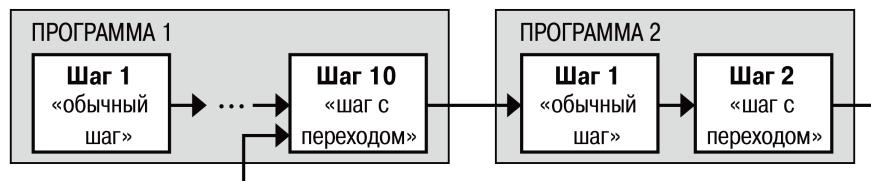

Рисунок 3.3 – Примеры Программ, реализуемых с применением различных видов шагов
- программу, состоящую более чем из 10 *Шагов* (см. рисунок 3.3, б, г, который представляет примеры Программ, реализуемых с применением различных видов *Шагов*);
- программу, работающую по бесконечному циклу (рисунок 3.3, в, г).
Нециклическая Программа в TPM151 (рисунок 3.3, а, б) состоит из последовательности «обычных шагов» и «шагов с переходом», которая заканчивается Шагом типа «конец программы».